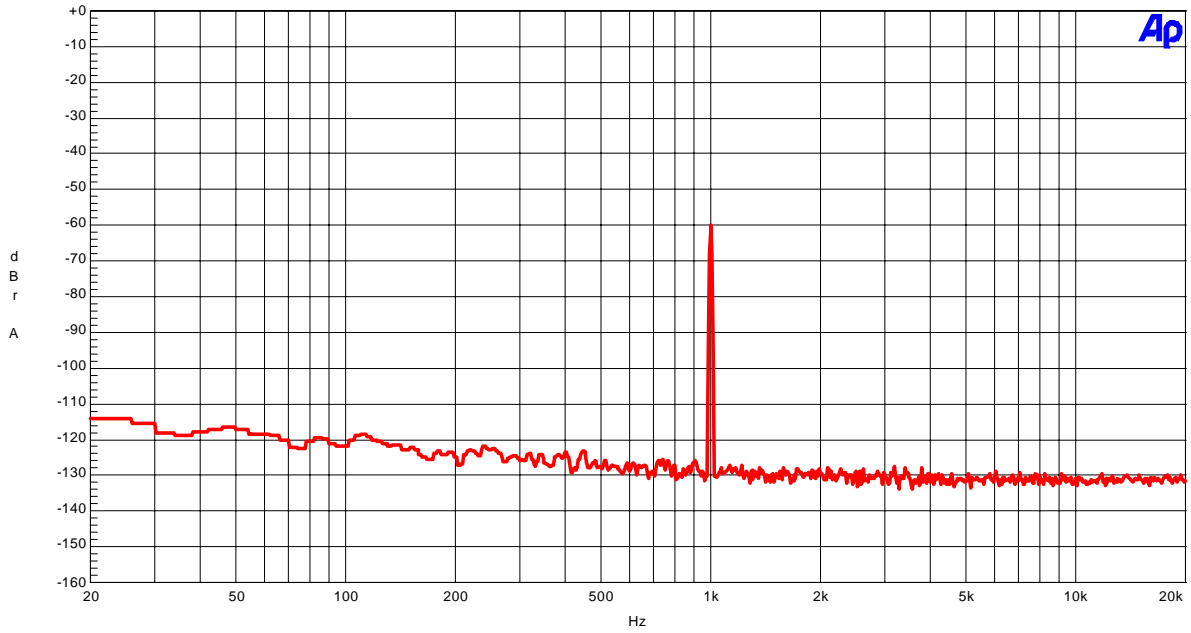

Figure 2-1-7. FFT (1kHz, -60dBFS)
- Figure 2-1-7. FFT (1kHz, -60dBFS)